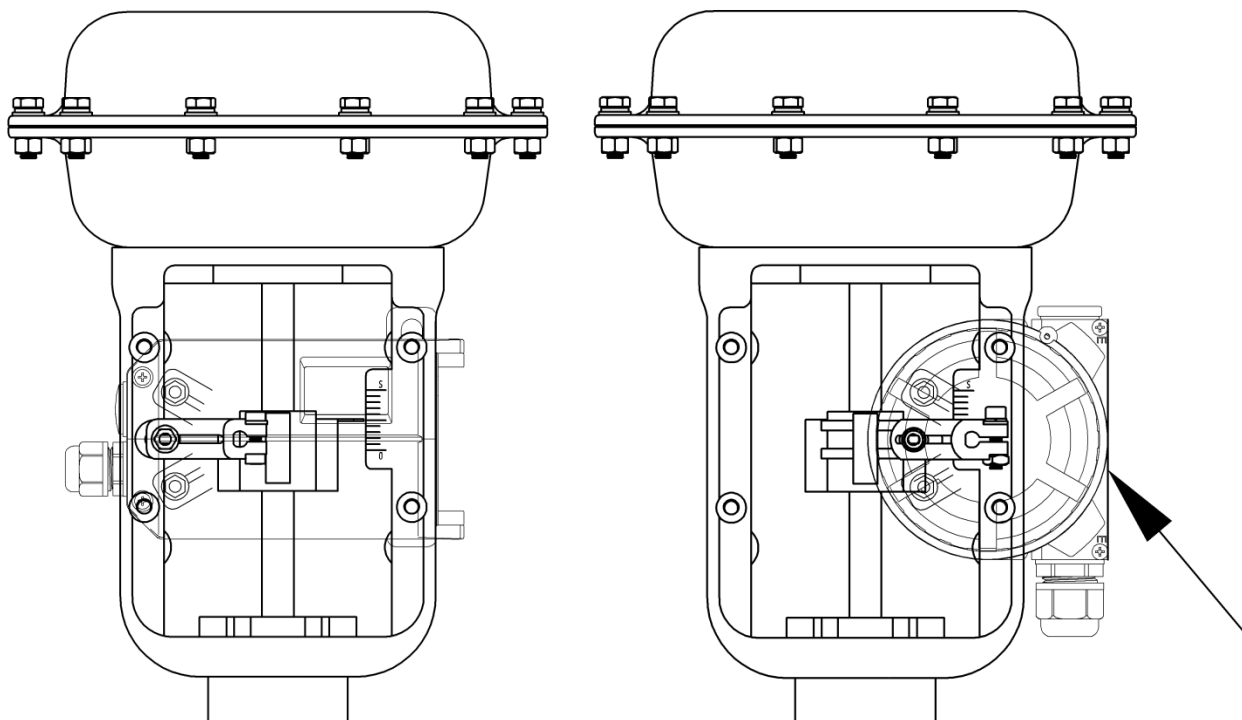
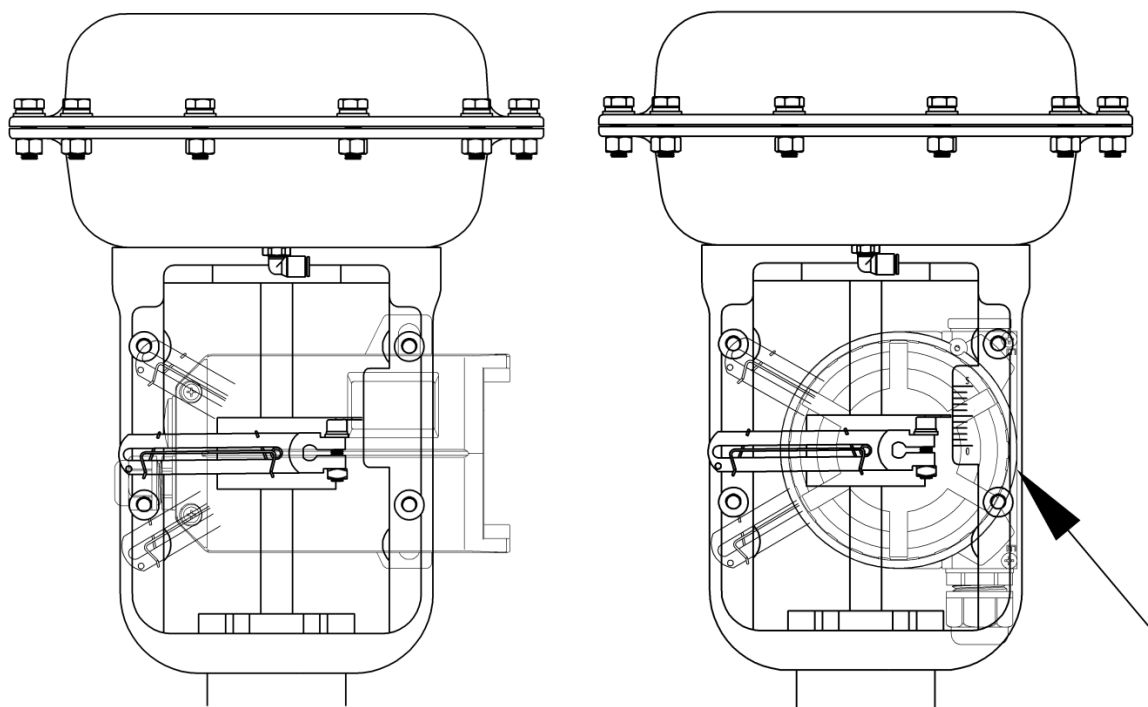

图21. 与执行器安装（反馈杆 A）
图22. 与执行器安装（反馈杆 B）
- 对于常规型直行程定位器，确保定位器外壳上平面和阀的主轴成直角。对于远传型直行程定位器，确保传感器壳体箭头（图 21 和图 22 右侧所示）所指平面与阀的主轴互相平行。否则会影响控制精度。最后用螺栓锁紧支架。